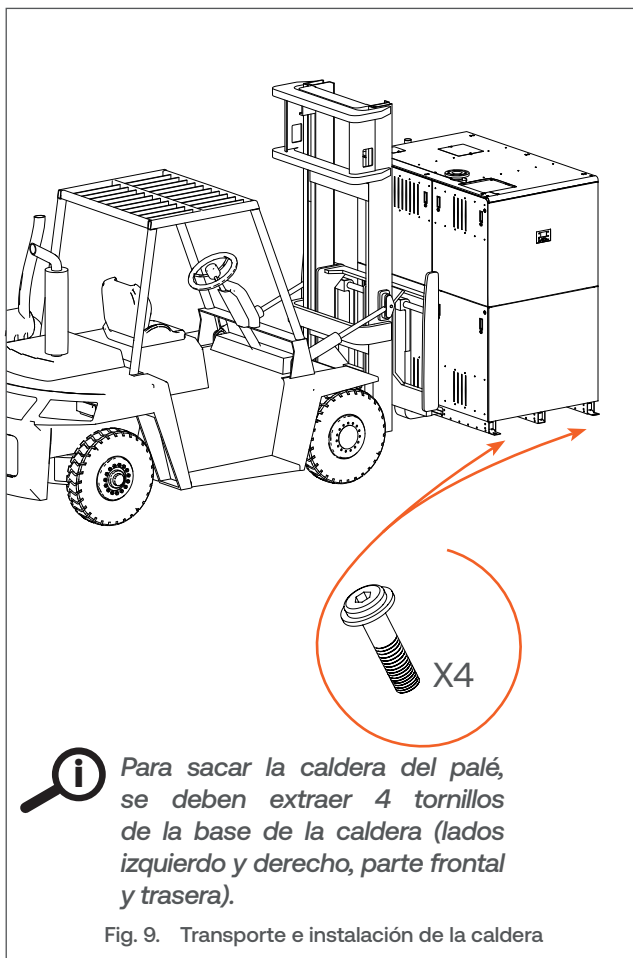

Fig. 9. Transporte e instalación de la caldera
3. Extraiga los cuatro tornillos (consulte la **Fig. 9**) de la parte inferior de la caldera y el palé con una llave de vaso de tamaño 6.
Inserte las horquillas de la carretilla por los orificios para transporte, ubicados a ambos lados del aparato (consulte la **Fig. 9**).